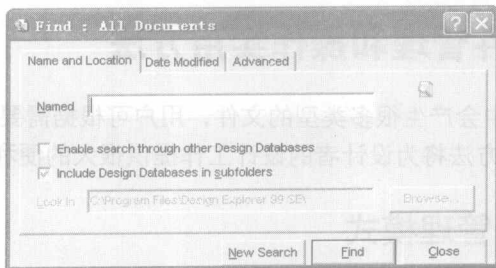

图 1-7 搜寻文件对话框
(1) 打开设计数据库，执行菜单命令【File】→【Find Files...】，系统弹出搜寻文件对话框，如图 1-7 所示。
(2) 为了确定搜索范围，可在如图 1-7 所示的对话框中对如下选项进行设置。